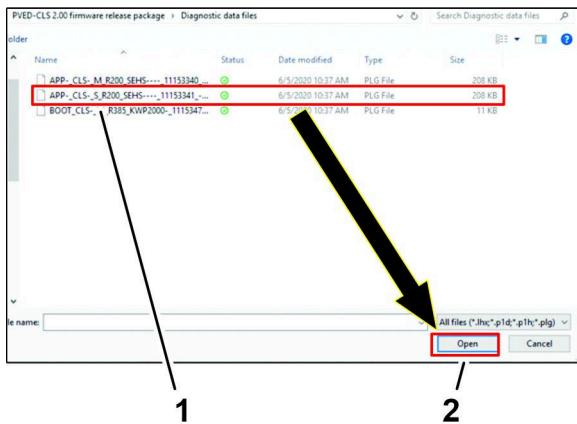

Figura 51
5. Haga clic en el archivo APP_CLS_S_R200_SEHS----_11153341_..., y haga clic en el ícono OPEN (Abrir) (Figura 51).